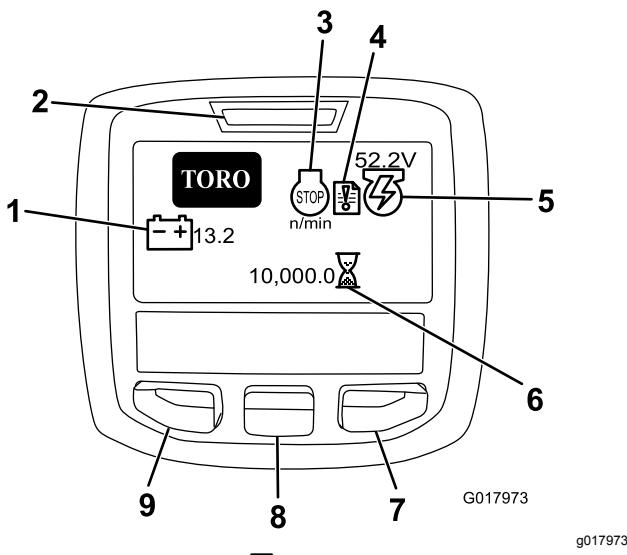
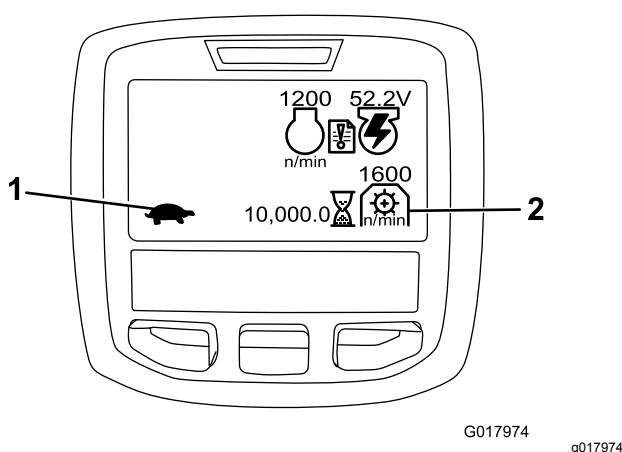

図 15
図 16
インフォセンターLCDディスプレイは、マシンおよびバッテリーパックの状態現在の充電状態、速度、故障診断などの情報を表示します。図 15と図 16は、インフォセンターの初期画面およびメイン画面を示しています。インフォセンターのどのボタンでも、押せば初期画面とメイン画面とをいつでも切り替えることができ、また、矢印ボタンで選択することによって、希望する項目の内容を確認することができます。
3. リールの刃数 5, 8, 11, 14 に対応するグラフ図 16 から、希望する刈高に合ったリール回転速度を探し出す。